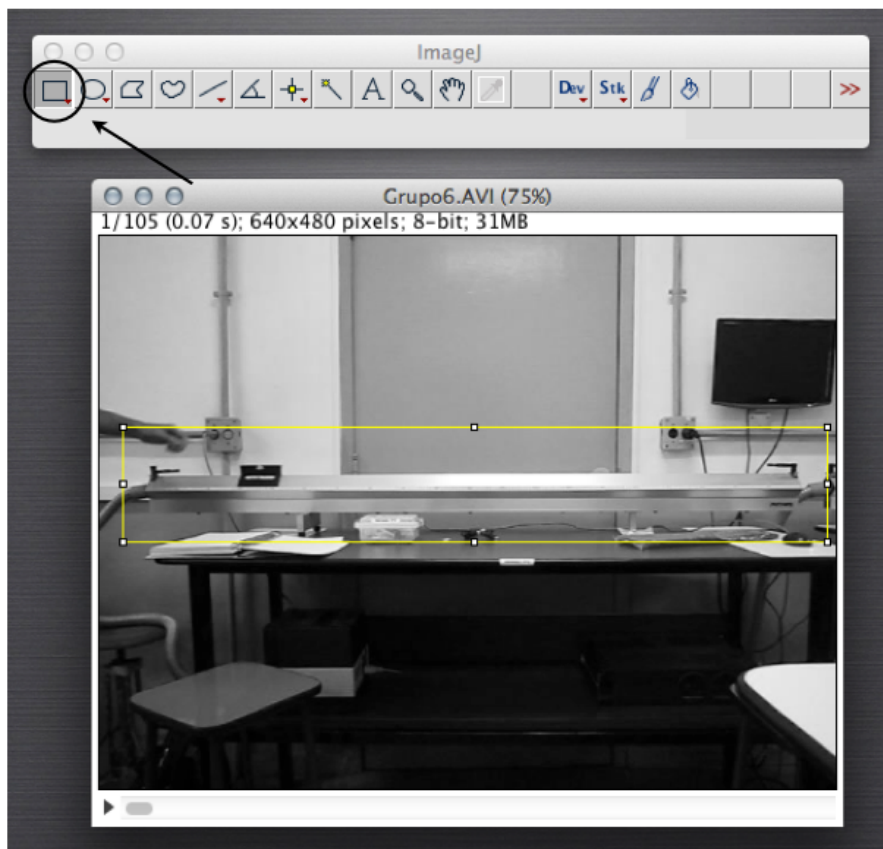

Figura E.5: ImageJ: seleção da área de interesse.
3. Uma vez aberta novamente a imagem com apenas os quadros a serem utilizados, vamos marcar a região da imagem de interesse, ou seja o trilho e o carrinho. Para isto, escolha o botão de seleção “Retangular” (círculo na Figura E.5) e marque a região de interesse.